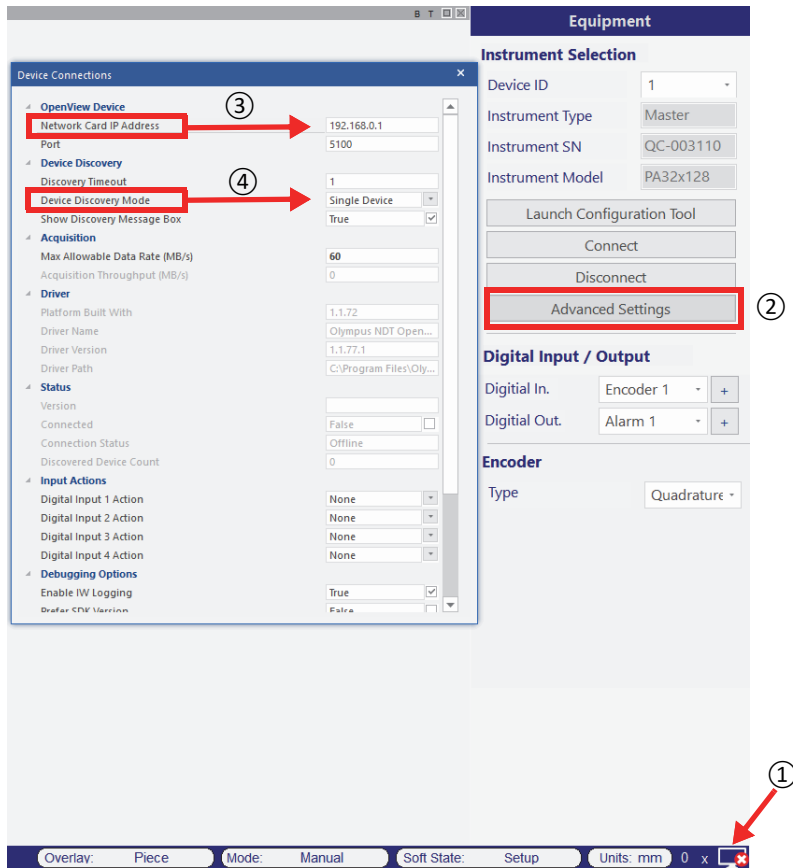

Figura 7-4 Configurazione in WeldSight
- f) Nel proprio computer, aprire WeldSight  e cliccare due volte sull'icona del computer  (Figura 7-4 a pagina 79) situata nell'angolo in basso a destra della schermata. Cliccare su **Advanced Settings** (Configurazioni avanzate), e assicurarsi che: